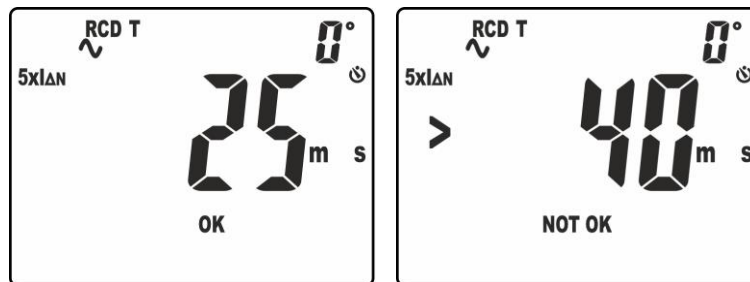

Fig. 36: Tiempo de intervención en modo manual a $5 \times I_{\Delta n}$
- 10.El resultado de la medida correcto se muestra en pantalla (ver Fig. 36 – parte izquierda) con indicación “OK”
- 11.El resultado de la medida incorrecto (**tiempo de intervención > 40ms**) se muestra en pantalla (ver Fig. 36 – parte derecha) con indicación “NOT OK”. Un breve sonido continuo se emite en el instrumento
- 10.El resultado de la medida correcto se muestra en pantalla (ver Fig. 36 – parte izquierda) con indicación “OK”. Vea la presencia del tiempo de intervención en la parte superior derecha del visualizador
- 11.El resultado de la medida incorrecto se muestra en pantalla (ver Fig. 36 – parte derecha) con indicación “NOT OK” (**corriente de intervención > 33mA**). Un breve sonido continuo se emite en el instrumento